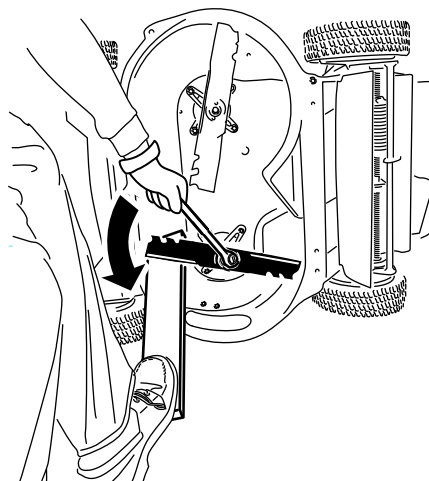

Figura 31
1. Utilice un bloque de madera para inmovilizar cada cuchilla y gire el perno de la cuchilla en el sentido contrario a las agujas del reloj, como se muestra en la Figura 31.